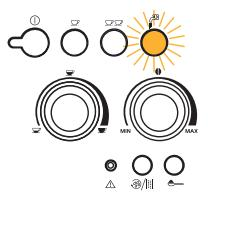

Fig.22
- Plasser en tom beholder under cappuccinolageren (fig. 3). Vri damphåndtaket en halv runde mot venstre helt til den stopper opp (varsellampen vil blinke, fig. 22). La vann blandet med damp strømme ut noen sekunder til kun damp kommer ut.